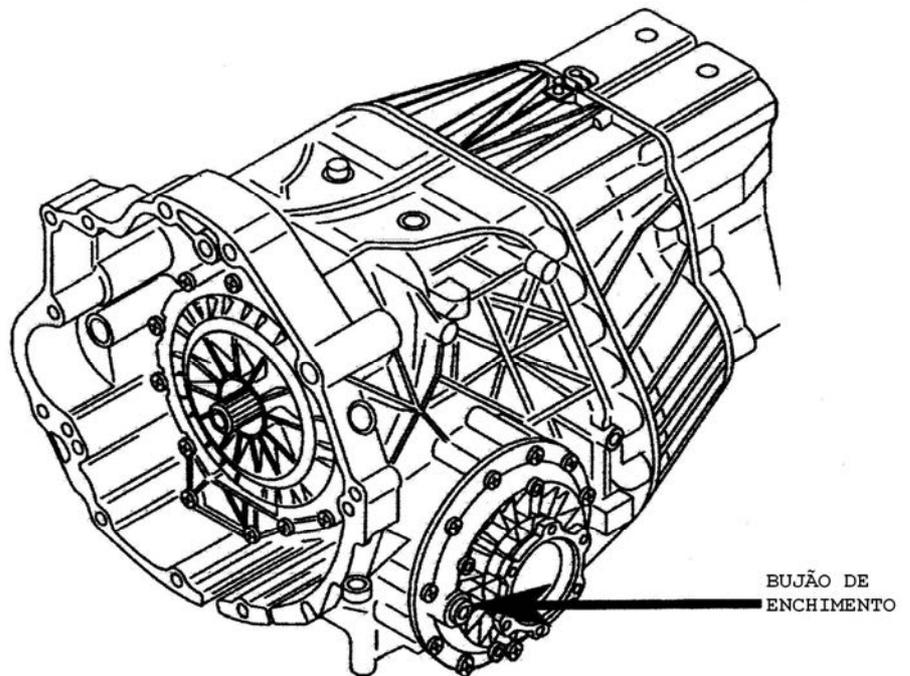

Figura 1 - Localização do bocal de enchimento do óleo do diferencial.
- Remova o bujão de verificação, conforme indicado pela figura 1.